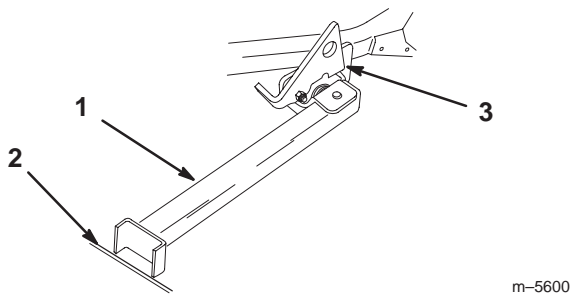

Figure 30
- Posez le pied du support sur le sol et appuyez le verrou sur la languette de pivot (Fig. 30).
- Remarque :** Pour de meilleurs r sultats, placez le pied du support dans des anfractuosit s du trottoir ou du gazon (Fig. 30).
- Montez la machine sur le support. Arr tez-vous quand le verrou retombe sur la languette en position verrouill e (Fig. 30). Une fois la machine sur le support, serrez le frein de stationnement et coupez le moteur.